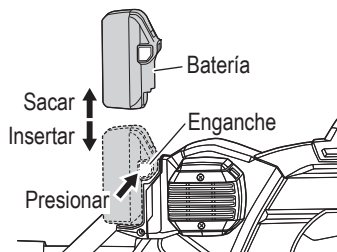

Fig. 8
- Cómo instalar la batería o el adaptador de CA/CC. Alinee la batería o el adaptador de CA/CC con la ranura del mango de la herramienta y deslicelos para colocarlos en su sitio. Insértela siempre completamente hasta que se encuentre cerca (Fig. 8).
- Cómo retirar la batería o el adaptador de CA/CC. Retire la batería o el adaptador de CA/CC del mango de la herramienta mientras presiona el cerrojo (2 unidades) de la batería o el adaptador de CA/CC (Fig. 8).